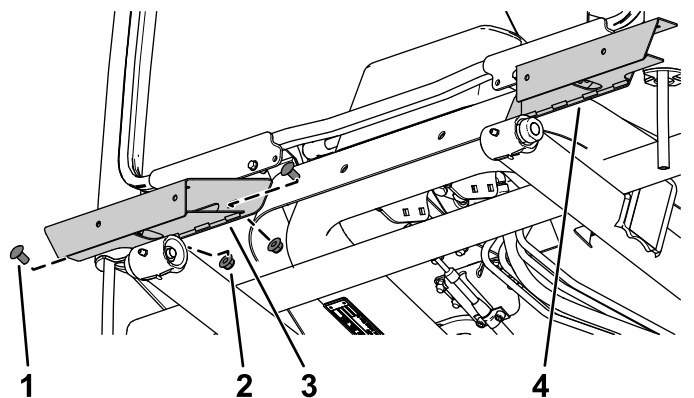

Figure 14
- Fixez la base de l'éclairage gauche et la base de l'éclairage droit sur le cadre de la cabine en utilisant 2 boulons de carrosserie ($\frac{3}{8} \times \frac{3}{4}$ po) et 2 contre-écrous ($\frac{3}{8}$ po) de chaque côté (Figure 14).